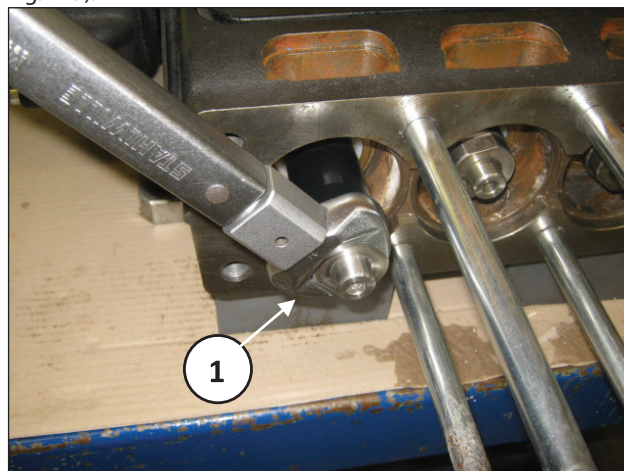

Fig. 129
Monter l'entretoise piston sur la pompe et serrer (rep. ①, Fig. 129).